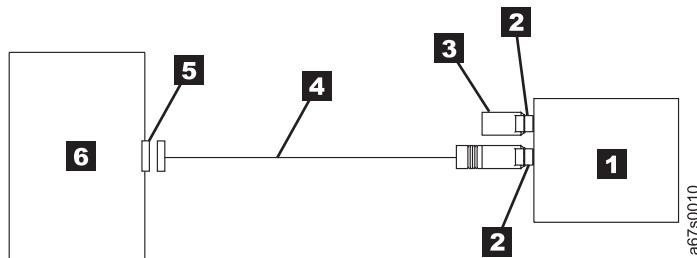

Abbildung 4. Beispiel für den Anschluss einer einzigen SCSI-Einheit an den Host. Diese Ansicht ist eine Ansicht von oben.
- **Ist der Bandkassetten-Autoloader IBM 3581 die einzige Einheit auf dem SCSI-Bus:** Schließen Sie das SCSI-Buskabel an den Host an (siehe Abb. 4).
**Anmerkung:** Der Autoloader besteht aus dem Autoloader-Controller und dem Bandlaufwerk. In Abb. 4 ist der Autoloader als eine einzige Einheit dargestellt.